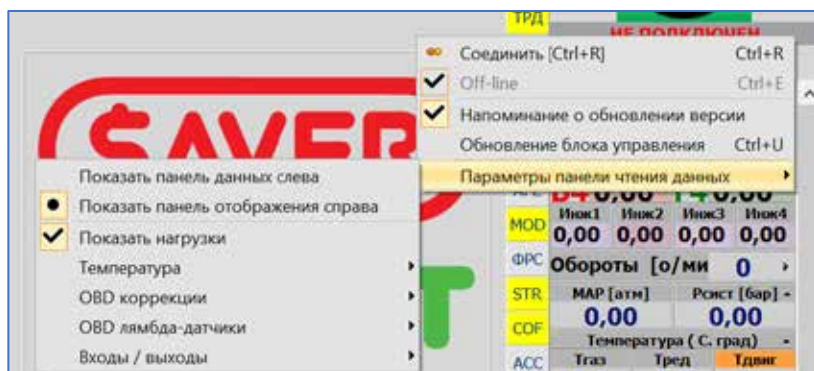

Рис. 2.6 Параметры панели чтения
- **Строка состояния программы** – находится под виртуальной панелью, показывающей статус программы, например: НЕ ПОДКЛЮЧЕНО, подключение контроллера, работа в автономном режиме, выполнение обновления, обнаружение более старой версии программы на ПК или программное обеспечение контроллера, устройство заблокировано. Под правой кнопкой мыши появляется меню с опциями, как на **рис. 2.6**.